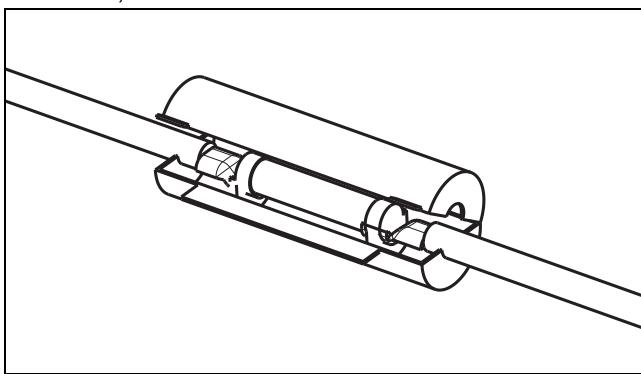

Figura 4-9. Fusible del cargador de baterías
1. Vea la Figura 4-9. Las dos mitades del portafusibles se desprenden entre sí. Retire el fusible roto.